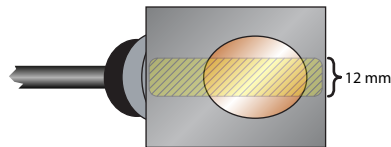

Abbildung 6: Auftragen des Koppelmittels
4. Eine einzelne, etwa 12 mm breite Schicht des Koppelmittels auf die ebene Fläche des Sensors auftragen. Siehe Abbildung 6. Das Koppelmittel wird mit den Sensoren mitgeliefert. Im Allgemeinen wird ein Schmierfett auf Silikonbasis als Koppelmittel verwendet, aber jede fettähnliche Substanz von guter Qualität, die so ausgelegt ist, dass sie bei der Betriebstemperatur des Rohrs nicht fließt, ist akzeptabel. Für Rohroberflächentemperaturen über 55° C ist Hochtemperaturpaste (D002-2011-012) oder silikonfreie Paste (D002-2011-009) zu verwenden.